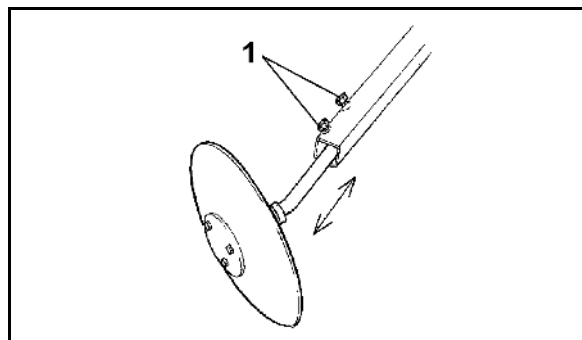

Рис. 53
3. Отверните болты Рис. 53/1).